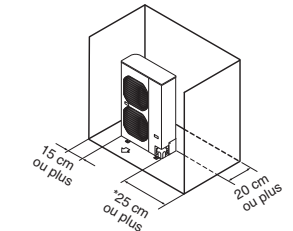

Fig. 2-2
- Laisser un espace suffisant autour de l'unité pour permettre l'admission/l'évacuation de l'air, ainsi qu'une éventuelle maintenance. (Fig. 2-2)
- (1) Obstacles sur la gauche, la droite et l'arrière (L'avant et le dessus de l'unité sont dégagés). (Fig. 2-2)